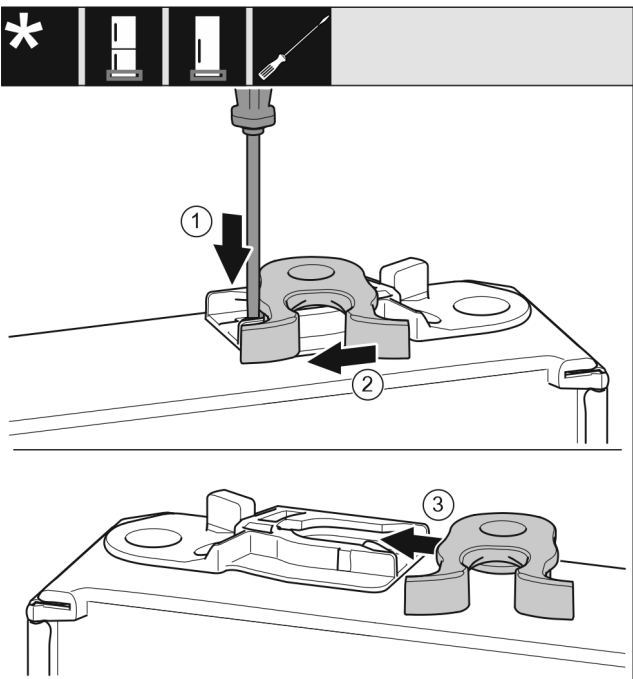

Fig. 17
- ▶ Nyomja le a fedőlemezt Fig. 17 (1) lapos csavarhúzóval.
- ▶ Húzza ki a záróhorgot Fig. 17 (2) a vezetősínből.
- ▶ Tolja be a záróhorgot Fig. 17 (3) a másik oldalon lévő vezetősínbe.